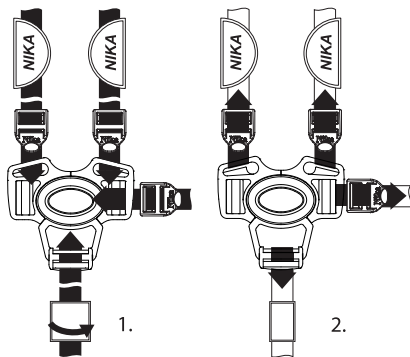

Рис. 2 Крепление ремней безопасности
- Закрепить боковые страховочные ремни, используя пряжки (см. рис. 2);
- 5.1. Во избежании травм, связанных с выпадением ребенка из коляски, всегда используйте ремень безопасности (рис. 2).